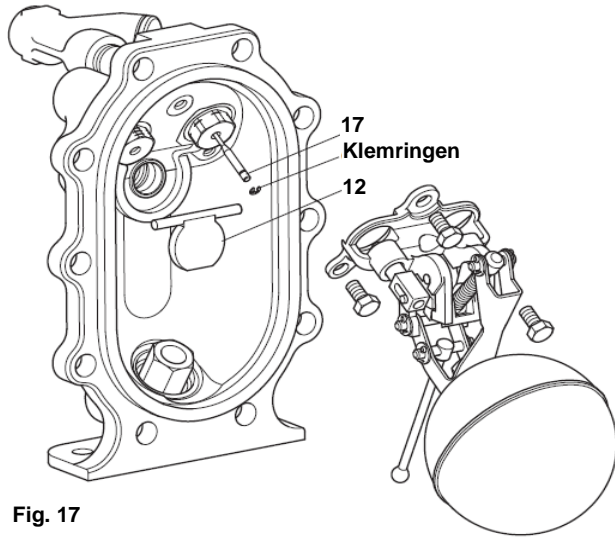

Fig. 17
3. Verwijder voorzichtig de klemringen op het einde van de stoom inlaatklep (item 17)
5. Verwijder het support mechanisme (zie fig. 17). De scharnierende inlaatterugslagklep is nu bereikbaar (item 12).
13. Sluit zorgvuldig de aandrijvende stoomleiding en ontluuchtingsleiding terug aan de aansluitingen gemerkt met (S) en (E). De APT10-4,5 is nu klaar om terug in gebruik genomen te worden.